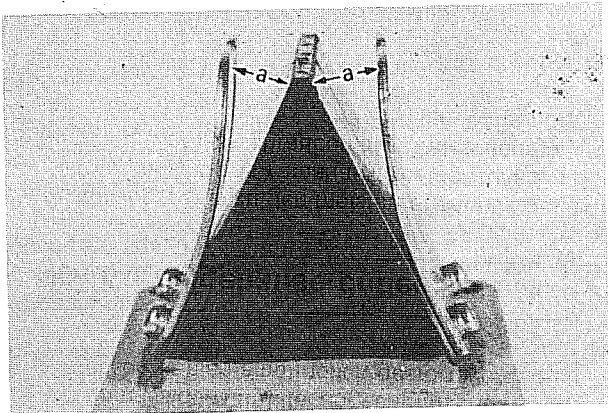

Bild 83
- Der Ventilanschlag regelt die Bewegung des Ventils. Der Abstand «a» in Bild 83 ist daher zu kontrollieren, er sollte bei  $9,0 \pm 0,2$  mm liegen. Wenn dieser Wert um mehr als 0,5 mm vom vorgeschriebenen Wert abweicht, den Ventilanschlag erneuern. Die Kurve des Zungenventilanschlages hat großen Einfluss auf die Motorleistung und die Lebensdauer des Zungenventils. Den Anschlag daher niemals verbiegen.